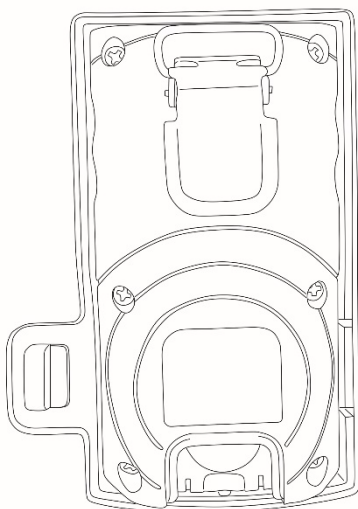

Fig. 14
- Si el bump test resulta **OK**, permanecerán encendidos los 6 (seis) LEDs (Fig. 14).